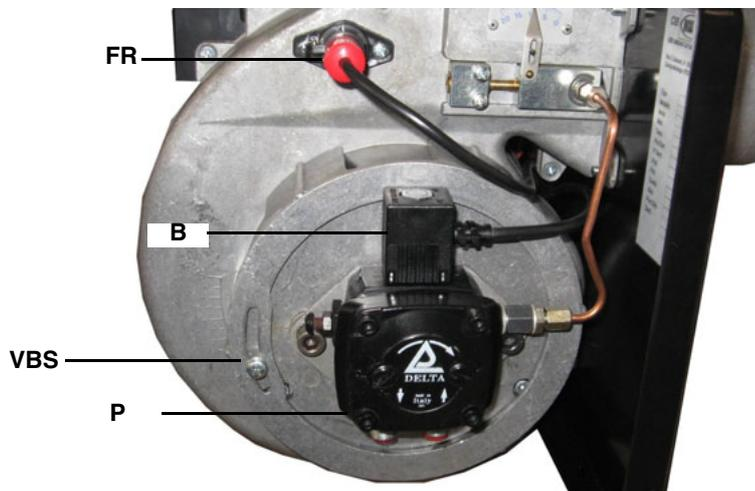

Fig. 10
- 2 togliere il connettore della bobina **B** sulla pompa **P** (Fig. 10) per evitare l'ingresso indesiderato di gasolio in camera di combustione;
- 4 estrarre la fotoresistenza **FR** (Fig. 10) e illuminarla;